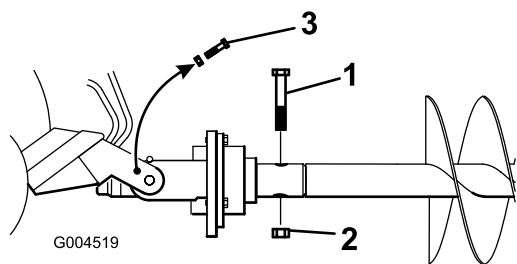

Figura 8
10. Fixai melcul la capul de antrenare cu un urub ($\frac{7}{8}$ " x 4 $\frac{1}{2}$ ") și piuliă ($\frac{7}{8}$ ") aa cum se arată în Figura 8.